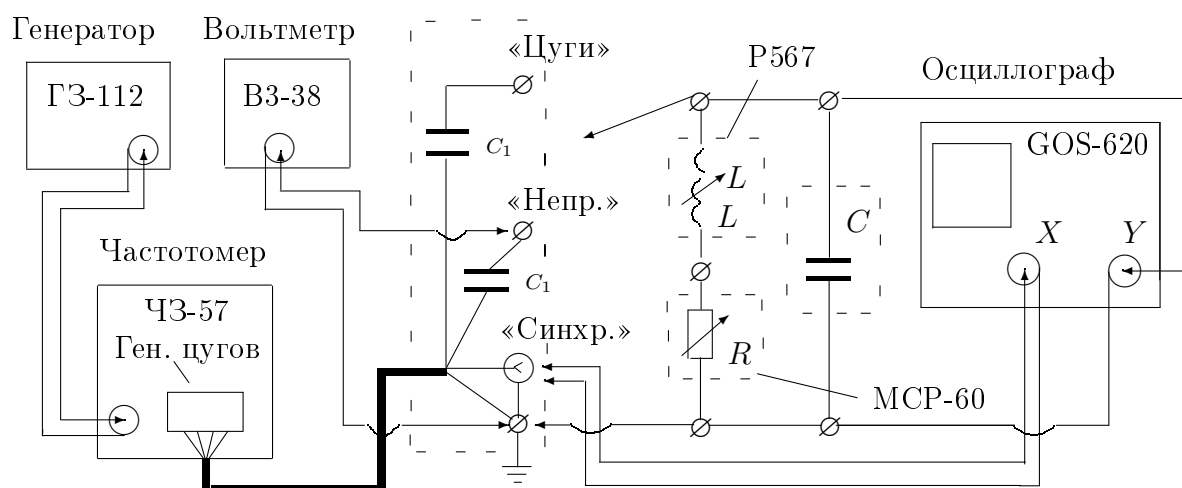

Рис. 4. Схема установки для исследования вынужденных колебаний
**Экспериментальная установка.** Схема установки для исследования вынужденных колебаний приведена на рис. 4. Колебательный контур состоит из ёмкости  $C = 0,1$  мкФ, индуктивности  $L = 100$  мГн и переменного сопротивления  $R$ .
1. Соберите схему согласно рис. 4 и подключите контур к клеммам « $\perp$ » и «Непр». Включите приборы в сеть.
в. Чтобы проверить работоспособность источника питания, отключите магазин сопротивлений от панельки и подключите вход « $Y$ » ЭО к клемме «Непр» или к клемме «Цуги». Увидев на экране непрерывную синусоиду или цуги, можно вернуться к схеме на рис. 4.